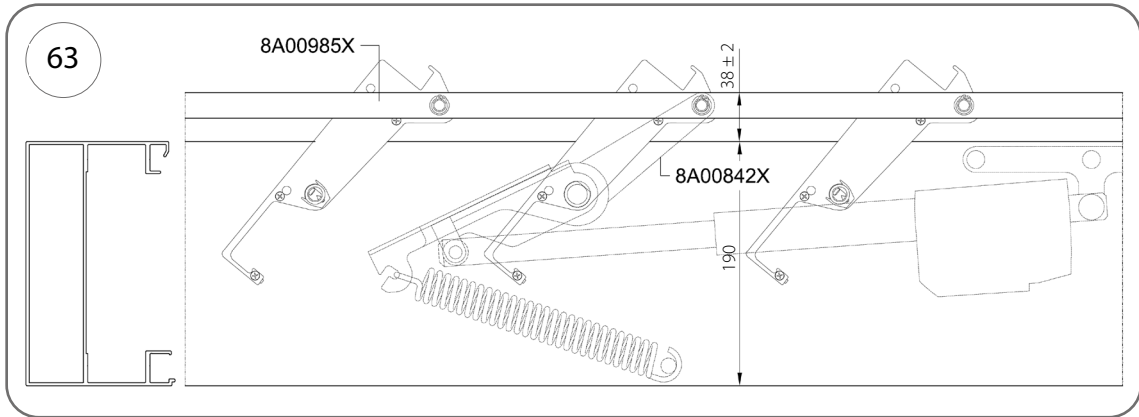

Рис. 63
2. Встановіть кінцеве положення відкриття, як показано на рис. 63.